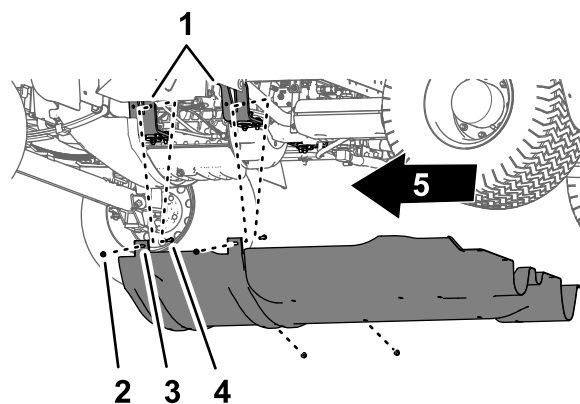

Рисунок 65
2. Удалите 4 фланцевые контргайки (5/16 дюйма) с болтов и каретный болт, которые крепят монтажные выступы кожуха ходовой части к кронштейнам крепления двигателя на машине (Рисунок 65).
4. Снимите кожух ходовой части с машины (Рисунок 64 и Рисунок 65).
1. Выровняйте кожух ходовой части относительно нижнего шасси машины; см. Рисунок 65 в разделе Демонтаж кожуха ходовой части (страница 62).
2. Наденьте монтажные выступы кожуха ходовой части на болты и каретный болт в месте расположения монтажных кронштейнов двигателя на машине; см. Рисунок 65 в разделе Демонтаж кожуха ходовой части (страница 62).
3. Установите кожух ходовой части на монтажные кронштейны двигателя и болты (Рисунок 65) с помощью 4 фланцевых контргаек (5/16 дюйма), снятых при выполнении пункта 2 раздела Демонтаж кожуха ходовой части (страница 62).